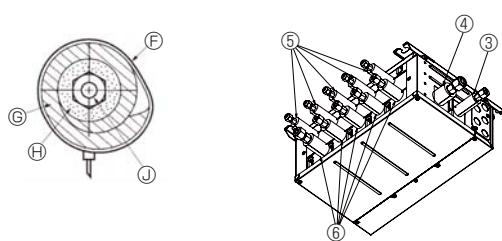
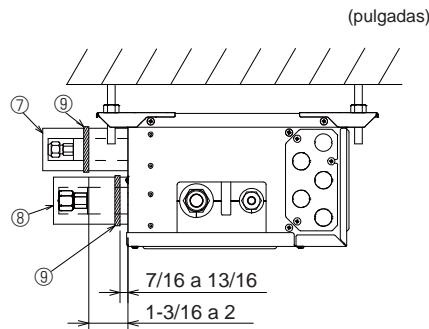

Fig. 7-4
Fig. 7-5
- Aíslle los tubos de líquido y de gas de la caja de derivación aplicando alrededor de ellos espuma de polietileno resistente al calor. (Fig. 7-4)
- (5) Presione las cubiertas de los tubos ③ y ⑤ de la tubería de líquido contra la unidad y envuélvala para que se fije. (Fig. 7-4)
- (6) Presione las cubiertas de los tubos ④ y ⑥ de la tubería de gas contra la unidad y envuélvala para que se fije. (Fig. 7-4)
- (7) Aplique las cintas suministradas ⑨ en una posición de 7/16-13/16 pulgadas (10-20 mm) de cada extremo de las cubiertas de los tubos (③④⑤⑥).
- (8) Si la unidad interior no está conectada, ajuste las cubiertas de los tubos que se suministran (con las tapas, ⑦ y ⑧) en las conexiones de los tubos de refrigerante de la caja de derivación contra la unidad para evitar el goteo de condensación de los tubos. (Fig. 7-5)
- (9) Fije las cubiertas de los tubos (⑦⑧) con las cintas ⑨ suministradas.
- ⑩ Cinta (3.1 Nº de accesorio ⑨)
- ⑪ Cubiertas de los tubos (3.1 Nº de accesorio ③④⑤⑥)
- ⑫ Material térmico aislante para tubo de refrigerante
- ⑬ Tubo de refrigerante
7.2. Manejo de los puertos que no están conectados a la unidad exterior (Fig. 7-5)